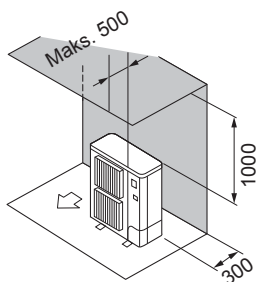

Fig. 2-4
- ② Hindringer kun bak og over (fig. 2-4)